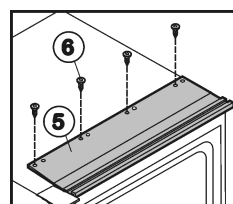

Fig. 29
- Atornille el perfil de montaje superior Fig. 29 (5) con los cuatro tornillos Fig. 29 (6) por los agujeros previamente perforados en el perfil y el aparato.